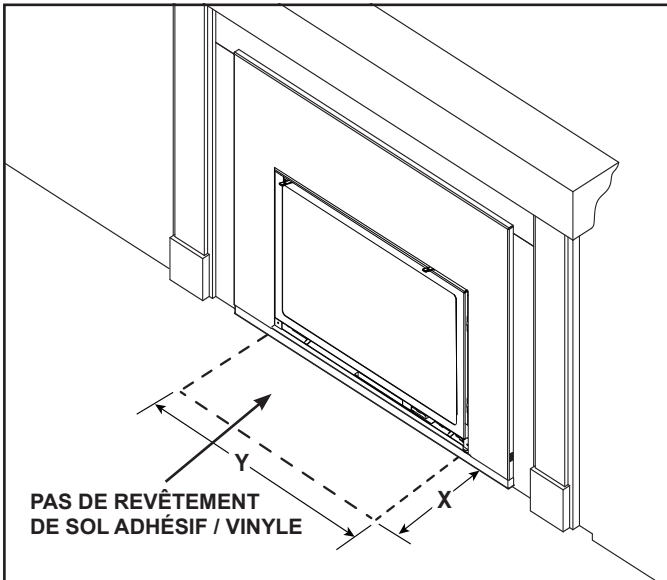

Figure 8.6 Âtre - Exception sur les matériaux inflammables
- Le sol inflammable peut être situé devant l'appareil. Exception - pas de revêtement de sol adhésif / vinyle. Voir la figure 8.6.